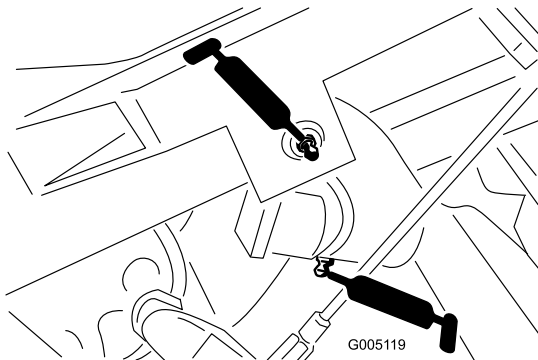

Bild 41
- Hubarmgelenk (3) und Schwenkscharnier (3) (Bild 41)